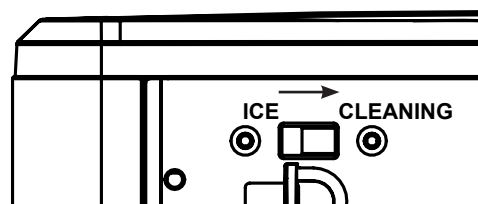

Figure 2
4. Branchez l'Opal et glissez le commutateur arrière à la position « **CLEANING** » (nettoyer). Voir la figure 2.